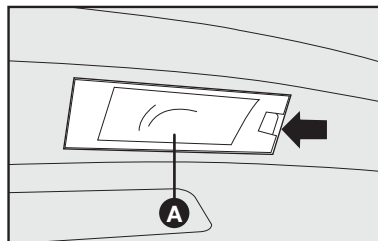

fig. 25
- Quitar el portalámparas **A-fig. 25**, utilizando un destornillador (no suministrado) en el punto indicado por la flecha **fig. 25**;